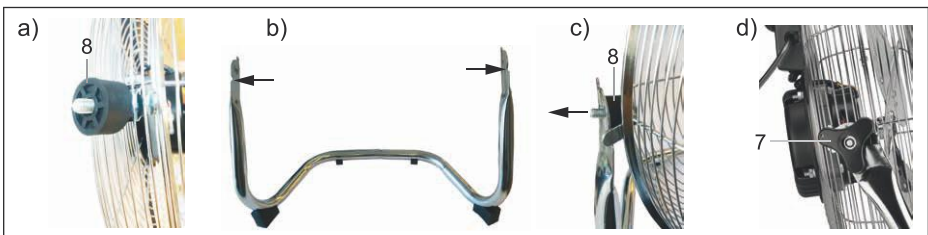

Fig.52: Montering af beskyttelsesgitterkurven i stativet
9. Sæt en afstandsholder (8) på højre og venstre monteringskrue på ventilatorens beskyttelsesgitter, fig. 52 a).
10. Sæt ventilatoren med monteringsskrue og afstandsholderne i stativet, fig. 52 b) og c).
11. Fastgør kurven med trekantmøtrikkerne, fig. 52 d).